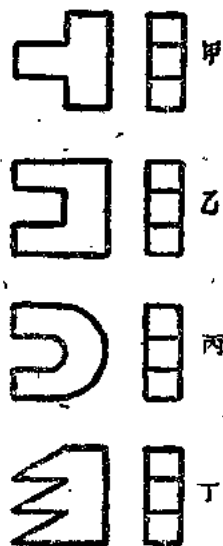

图 1-24
3. 图 1-24 的四个左视图都是一样的(连接的三个方框表示有三个面)，但是前视图不同，所以它们的形状差得很远。配合着两个视图来看，知道甲是一个横放着的丁字块，乙是一个横放着的槽形方块，丙是一个横放着的马蹄铁形